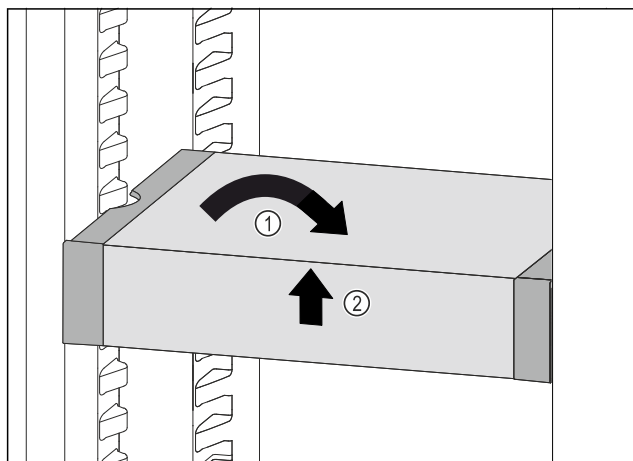

Fig. 110
- Ispravite VarioSafe. Fig. 110 (1)
- Podignite sprijeda VarioSafe. Fig. 110 (2)